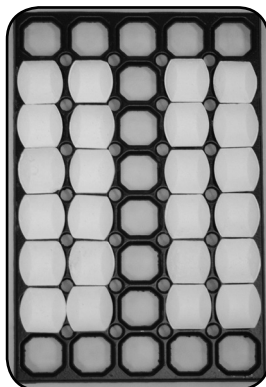

Fig. 8-1
1. Placez les diffuseurs inclinés dans leur position, comme indiqué sur la figure 8-1